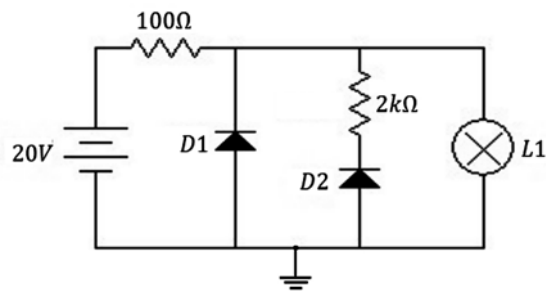

Figura 2.36 Ejercicio. Fuente: Elaboración propia
- ñ) En el circuito de la figura 2.36, señale la respuesta correcta: